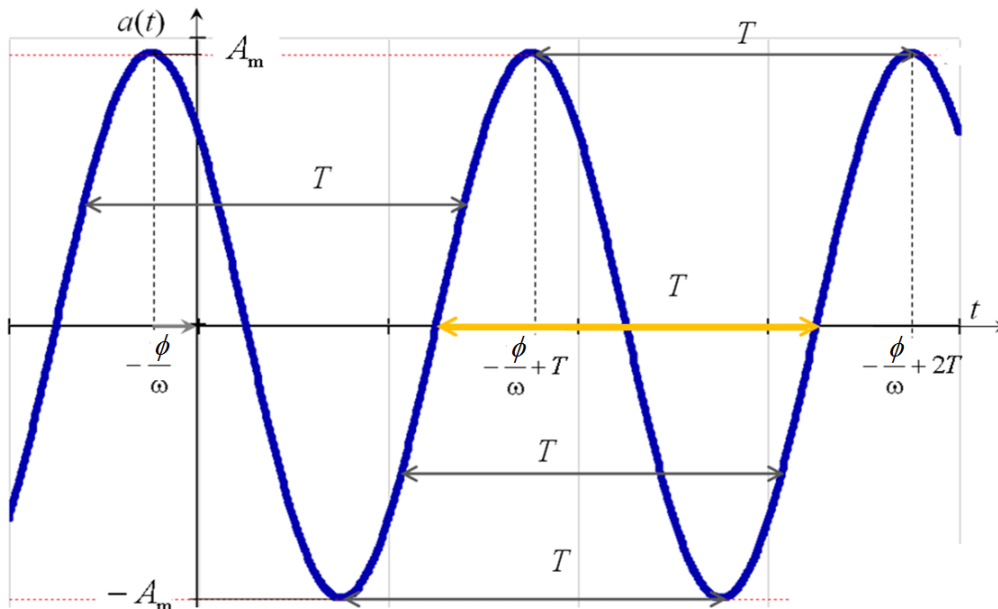

Рисунок 2 – График гармонической функции
Графическое изображение гармонической функции во временной области. График гармонической функции (8) показан на рис. 2. По оси абсцисс отложено время в секундах, по оси ординат – значения функции  $a(t)$  в единицах изменяющейся величины.